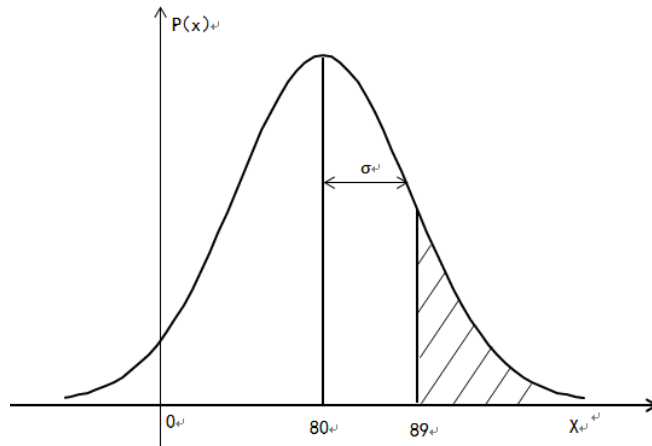

图 4-16
解：①同理，画出正态分布图 4-16 所示，根据  $Z = \frac{X - \mu}{\sigma}$  转化为标准正态分布，由图可知画斜线部分就是  $x \geq 89$  的概率，如下图。